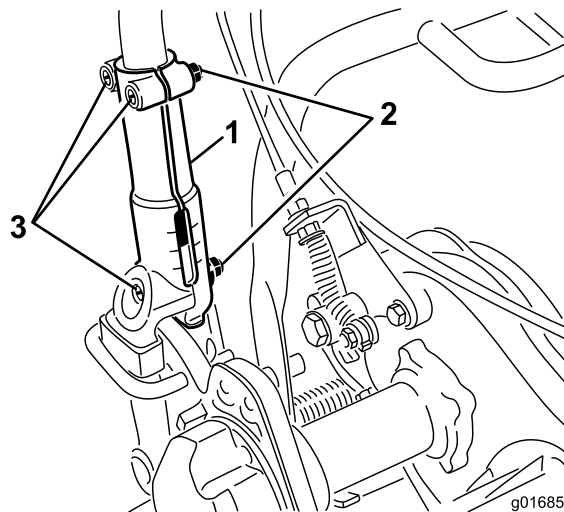

図 23
1. ハンドルを左右のハンドルクランプに固定しているキャリッジボルトとナット各3をゆるめる（図 23）。